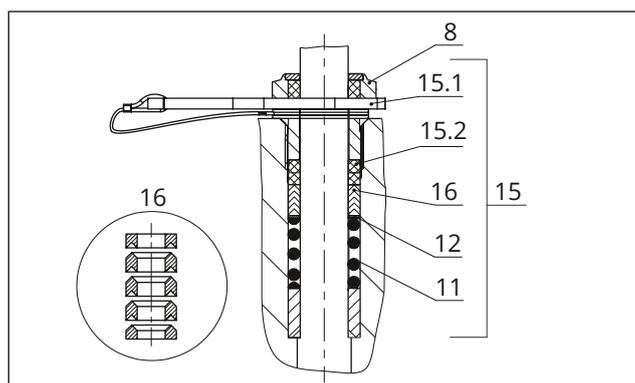

图 27: ADSEAL 填料
4. 将红色隔离环 (15.1) 插在螺纹衬套 (8) 与固定环之间 (请参见图 27)。
4. 将红色隔离环 (15.1) 插在螺纹衬套 (8) 与固定环之间（请参见图 27）。
13. 将法兰 (2) 放在阀体上。
14. 使用合适的工具小心地将填料部件滑过阀杆进入填料函。遵循正确的顺序（请参见图 26 和图 27）。
15. 将阀芯 (5) 紧紧按入阀座 (4)。用阀体螺母 (14) 固定好法兰 (2)。以交叉方式逐渐拧紧螺母。遵循拧紧扭矩。
16. 拧入并拧紧螺纹衬套 (8)。遵循拧紧扭矩。
17. 将锁紧螺母 (10) 和阀杆接头螺母 (9) 松散地拧到阀杆上。